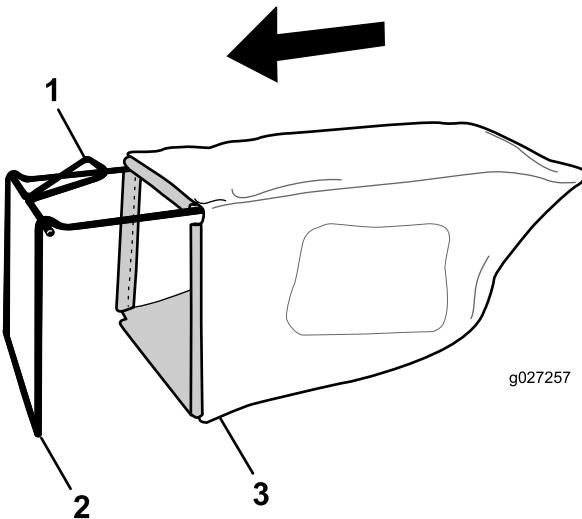

Рисунок 9
- Установите мешок для травы на раму, как показано на Рисунок 9.
Примечание: Не надевайте мешок на ручку (Рисунок 9).